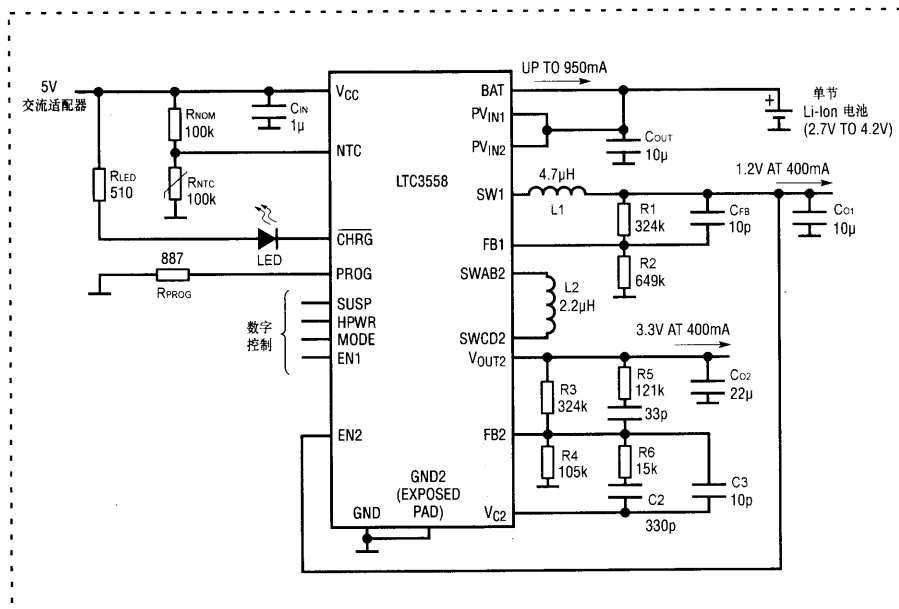

图 3
LTC3558 的典型应用电路如图 3 所示。事实上,电池充电器可以利用墙上适
IC 引脚 NTC 上连接一个热敏电阻 RNTC,并将其紧靠电池盒,再附加一个偏置电阻 RNOM,可用来检测电池温度(见图 3)。
2. 电流型降压开关稳压器与降压 - 升压开关稳压器一样, LTC3558 的降压开关稳压器也含有软启动、短路保护和减小辐射 ENI 的开关节点 (SW1) 转换限制电路。电流型降压稳压器在  $2.25\text{MHz}$  的定频上工作, 其输出电压  $V_{O1}$  由  $R1$  和  $R2$  来编程 (见图 3), 其值为  $V_{O1}=0.8\text{V} \times (1+R1/R2)$ , 最大输出电流为  $400\text{mA}$ 。  $R1$  值范围为  $40k\Omega \sim 1\text{M}\Omega$ 。由于选择  $R1=324k\Omega$ ,  $R2=649k\Omega$ ,  $V_{O1}$  值则为  $0.8\text{V} \times (1+324k\Omega/649k\Omega)=1.2\text{V}$ 。电容  $C_{FB}$  能消除反馈电阻与引脚 FB 上电容产生的极点, 并能改善输出电压瞬态响应, 其电容范围为  $2 \sim 22\text{pF}$ 。
上操作, 提供直达  $400\text{mA}$  的输出电流。在图 3 中,  $R3/R4$  编程输出电压, 范围为  $2.75 \sim 5.45\text{V}$ , 计算公式为  $V_{O2}=0.8\text{V} \times (1+R3/R4)$ 。当选取  $R3=324k\Omega$  和  $R4=105k\Omega$  时,  $V_{O2} \approx 3.3\text{V}$ 。
与图 3 比较, 图 4 所示电路不同点之一 NTC 热敏电阻  $R_{NTC}$  又附加了一个偏置电阻  $R_{BO}$ 。  $R_{NTC}$  在  $25^{\circ}\text{C}$  时的电阻值  $R_{25}$  同样为  $100K\Omega$ 。当冷解扣点温度为  $0^{\circ}\text{C}$ 、热解扣点温度为  $45^{\circ}\text{C}$  时, Vishay 公司  $R_{NTC}$